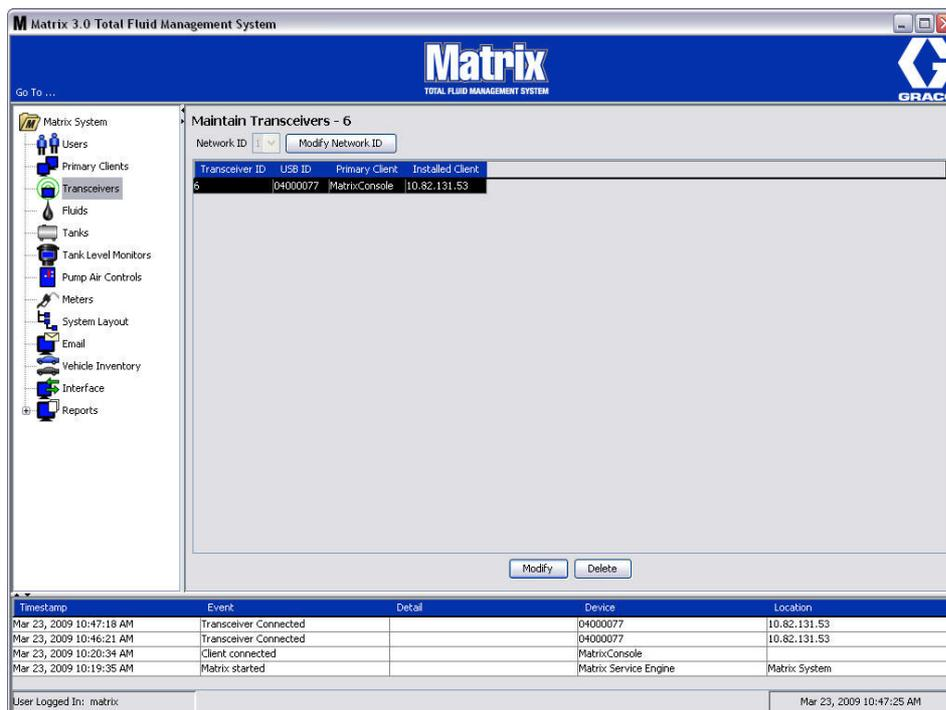
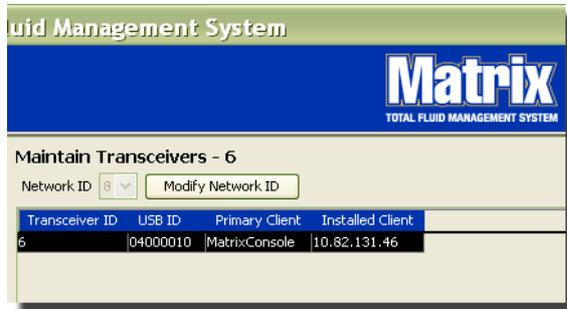

FIG. 83
FIG. 84
La schermata Transceiver (Ricetrasmittitore) visualizzata nella FIG. 83 è utilizzata per:
2. Per impostare l'ID rete, selezionare il pulsante Modify Network ID (Modifica ID rete) illustrato nella FIG. 84.
4. Il numero ID rete selezionato ora è visualizzato sulla parte superiore della schermata Transceiver (Ricetrasmittitore) nel campo Network ID (ID rete) come illustrato nella FIG. 83 e nella FIG. 84.